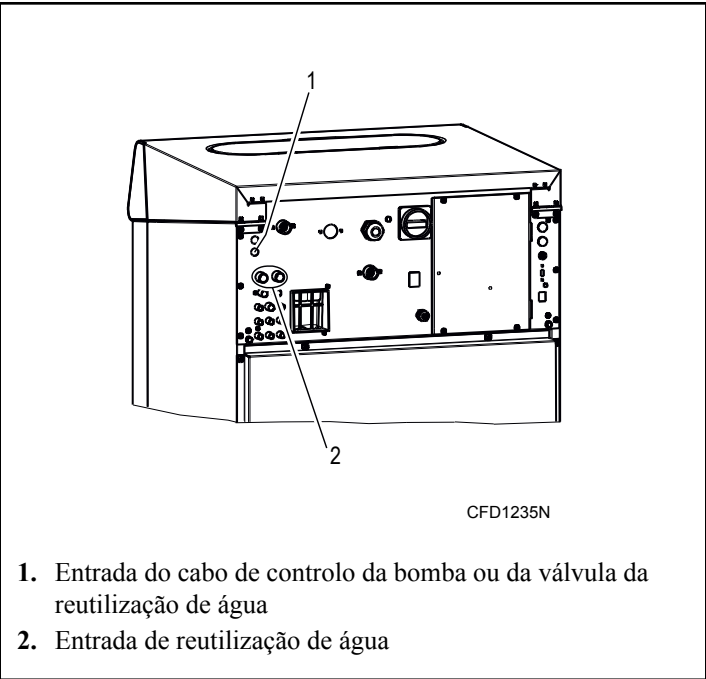
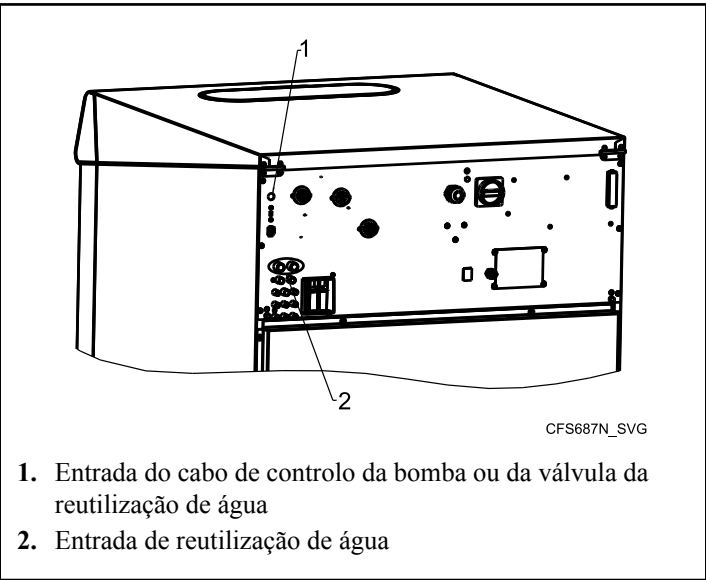

Figura 35
Figura 36 Modelos com "V" na 7.ª posição do número de modelo
1. Faça um furo nos filtros protetores de entrada de reutilização de água com uma broca de 15 mm [0,59 pol.] de diâmetro. Consulte a *Figura 35*
3. Introduza um casquilho pela abertura e puxe o cabo através do casquilho. Consulte *Figura 35* ou *Figura 36 Modelos com "V" na 7.ª posição do número de modelo*.